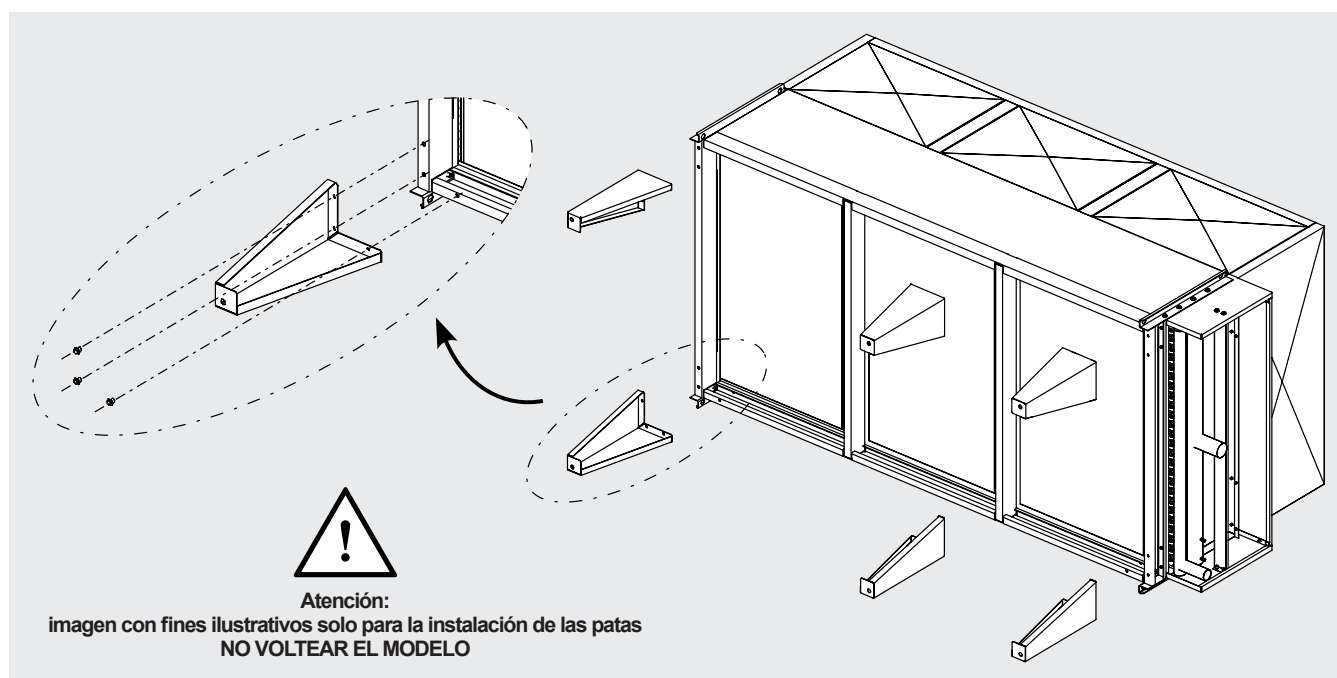

Figura 4
- 5.11.5 Instale los soportes suministrados utilizando los tornillos y arandelas correspondientes. Cada soporte debe fijarse con n.º 3 tornillos M8x20 y n.º 3 arandelas moleteadas cónicas M8, Ø 18 mm. Obsérvese la Figura 4.